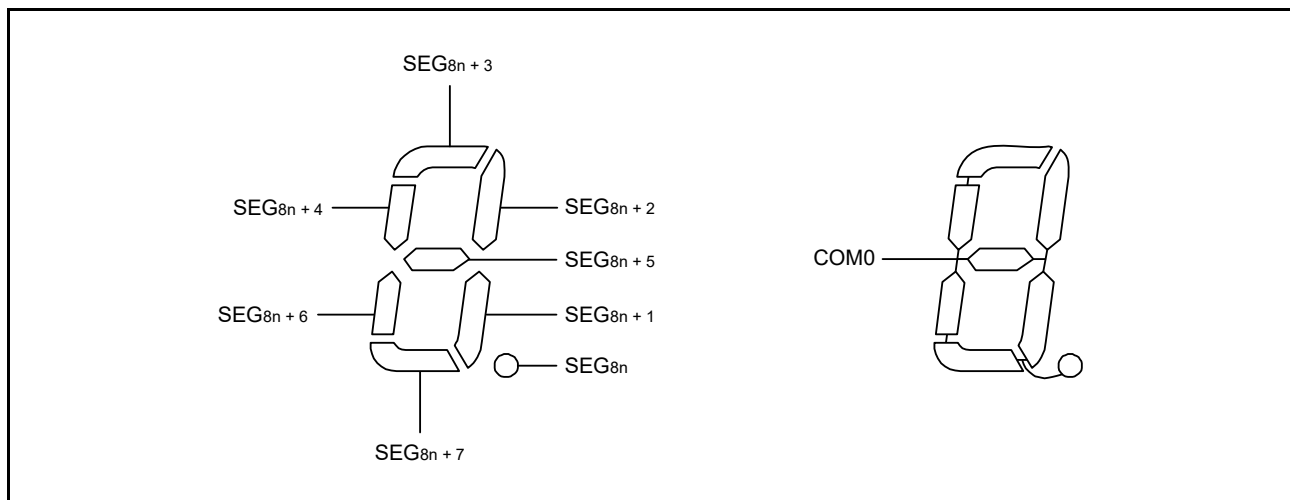

図 45.18 スタティック LCD 表示パターンと電極接続
ここでは 2 桁目に表示される数字の「2」(2) を例にとって説明します。LCD パネルに「2」を表示するには、コモン信号 COM0 の選択タイミングで、選択電圧または非選択電圧を SEG08 ~ SEG15 端子に印加する必要があります。セグメント信号と LCD セグメントの関係については、図 45.18 を参照してください。